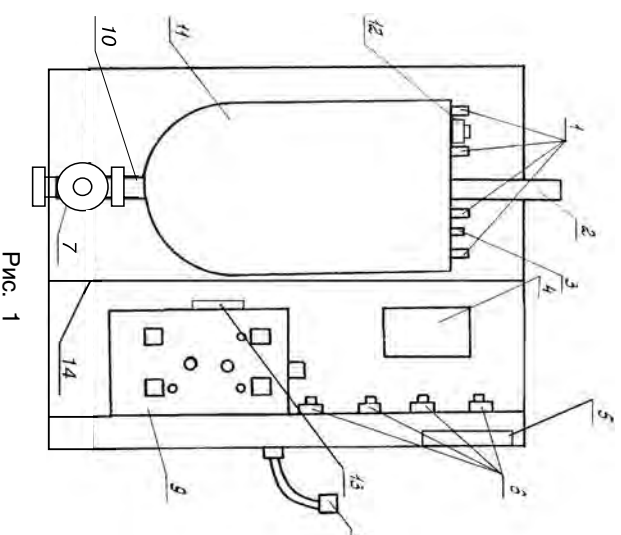

Рис. 1
5.1. Электрокотел состоит из пяти частей: теплообменника (бака), блока управления, коммутационных элементов, циркуляционного насоса, пускателя магнитного (рис.1).